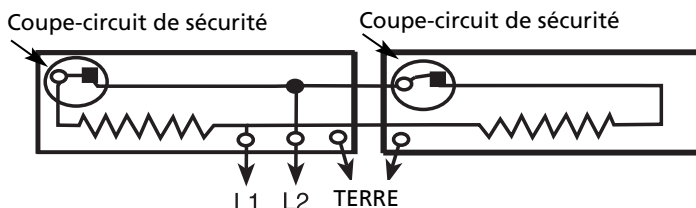

Figure 6
2. Les procédures de câblage et de connexion doivent être conformes au Code national de l'électricité et aux codes locaux. Se reporter aux schémas de câblage Figure 6. Vérifier que toutes les connexions électriques sont bien serrées pour éviter tout risque de surchauffe. N'utiliser que des câbles d'alimentation en cuivre.
11. Ne pas enlever ou contourner le limiteur thermique de sécurité (coupe-circuit de sécurité) car la plinthe chauffante pourrait alors poser un risque d'incendie – voir la Figure 6.
- d. Câbler la plinthe chauffante selon les indications de la Figure 6. Remettre en place le couvercle de la goutte guide-fils en utilisant les deux vis.
- Après s'être assuré que l'alimentation électrique de la plinthe chauffante est coupée au niveau de l'interrupteur du panneau principal, suivre le schéma de câblage correspondant, comme dans la Figure 6, pour connecter l'alimentation électrique à la plinthe chauffante en utilisant des serre-fils approuvés.